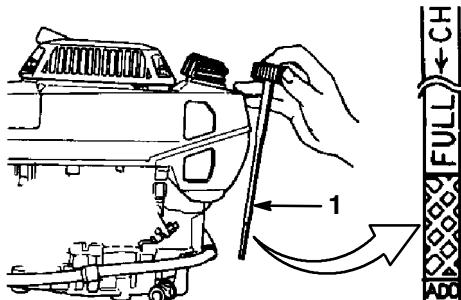

Bild 6
Stellen Sie vor jedem Einsatz sicher, dass der Ölstand zwischen den Marken *Add* [*Nachfüllen*] und *Full* [*Voll*] am Peilstab steht (Bild 6).
- Reinigen Sie den Bereich um den Peilstab (Bild 6).
- Lesen Sie den Ölstand am Peilstab ab (Bild 6).